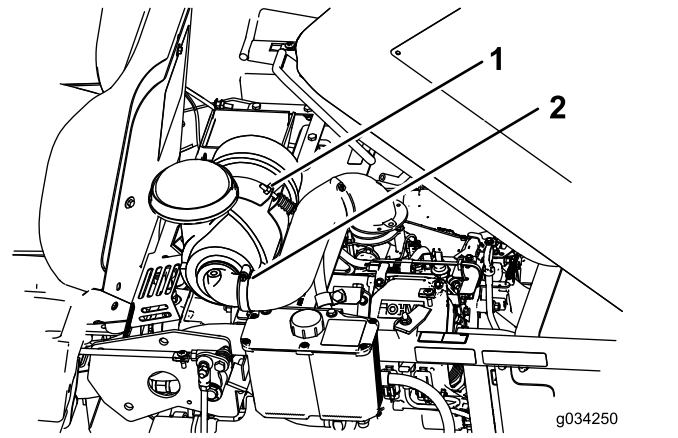

Figura 32
2. Afloje el perno que sostiene el limpiador de aire (Figura 32).
3. Afloje la abrazadera que sujeta la manguera y retire el limpiador de aire (Figura 32).